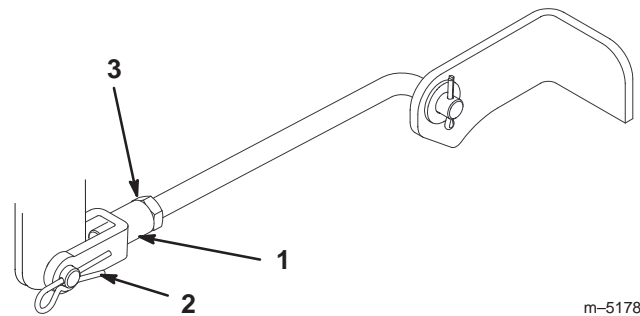

Figure 43
7. Pour régler l'inclinaison avant/arrière des lames, enlevez la goupille fendue des chapes des tourillons avant et desserrez les écrous de blocage (Fig. 43).
8. Tournez les chapes sur les tourillons pour modifier le réglage (Fig. 43). Serrez les chapes (raccourcissez les tourillons) pour relever l'avant du plateau, et desserrez-les (allongez les tourillons) pour abaisser l'avant du plateau.